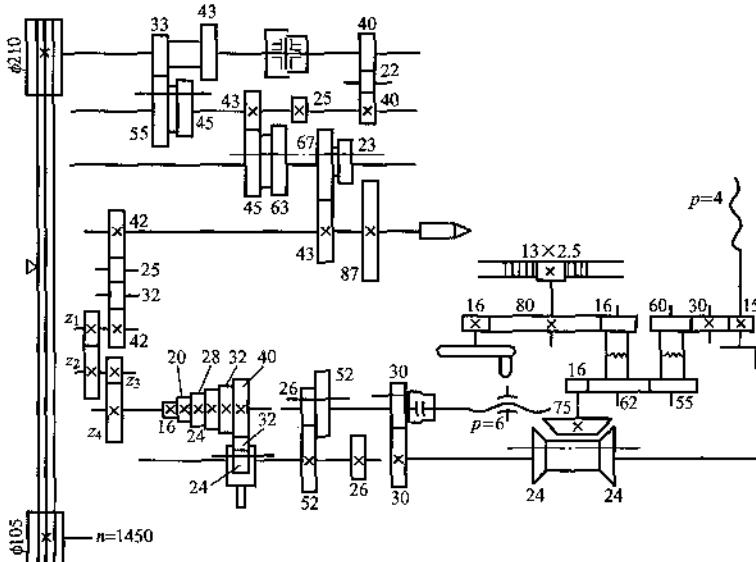

图 1-3 卧式车床 (C618型) 传动系统
也可用如图 1-3 所示的方法来表示（数字表示齿轮齿数或带轮直径），则：
- 图 1-3 所示的是车床传动系统，主轴的最高和最低转速是多少？